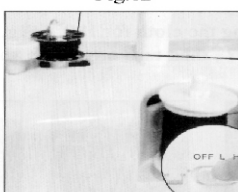

Fig. 15
5. Encienda la máquina para comenzar a devanar. (Fig.15).